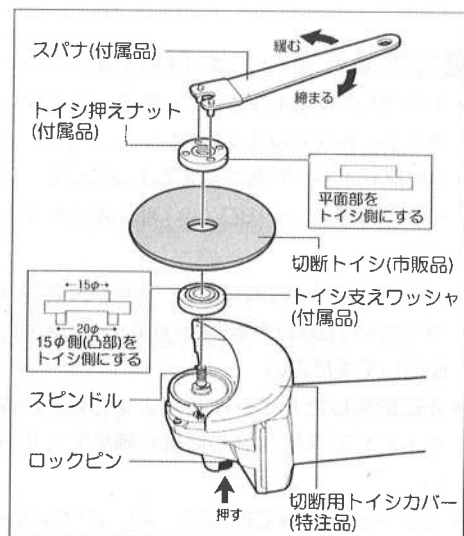

図5
■切断トイシの取付け(図5参照)
- ①切断用トイシカバーは特注品です。
- ②スピンドル凸(切欠)部に、トイシ支えワッシャの凸(切欠)部が噛み合っていることを、確認してください。